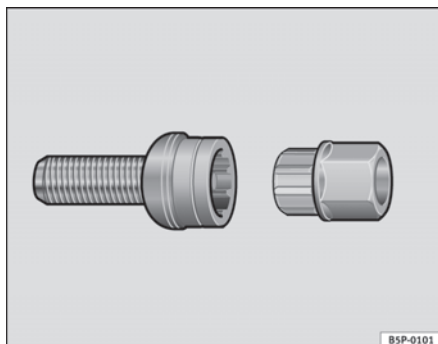

Fig. 139 Tornillo antirrobo de la rueda
- Coloque el adaptador hasta el tope en el tornillo antirrobo de la rueda ⇒ **fig. 139**.